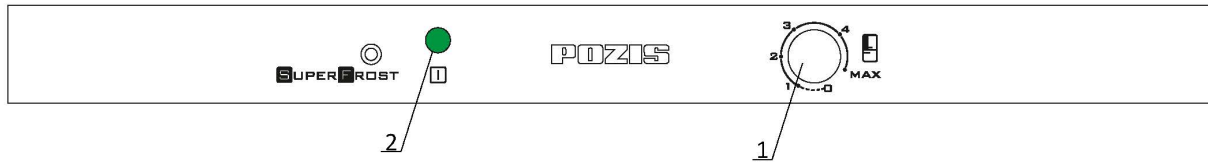

Рис. 2 Схема расположения приборов управления и сигнализации
6.1 Включение и отключение холодильника производится штепсельной вилкой сетевого шнура (не рекомендуется тянуть за сетевой шнур). Загоревшаяся зеленая лампа 2 (рис.2) на панели свидетельствует о том, что холодильник включен в электросеть.
6.2 Температурный режим в холодильной камере устанавливается путем поворота ручки терморегулятора 1 (рис.2) до выбранного по шкале температурного режима. При этом: